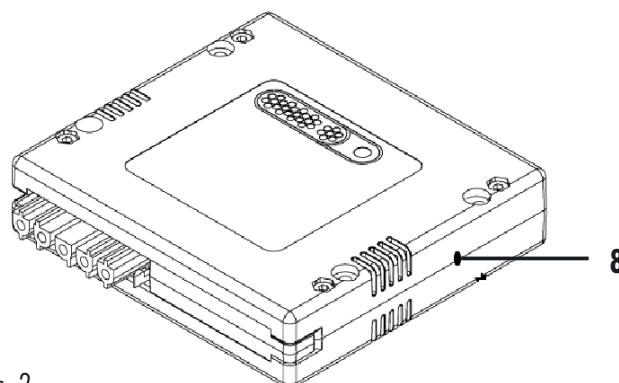

Abb. 2
- Die Einstellungstaste [8] muss durch Verrücken des Herdes erreichbar sein (siehe Abbildung 2 auf Seite 3).